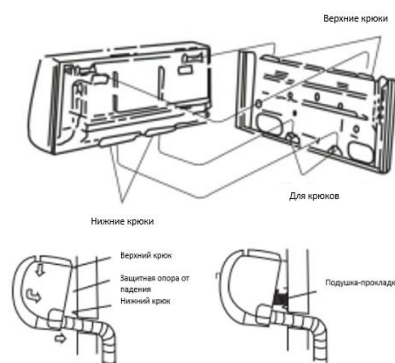

Рисунок 13
- Поместите верхний выступ сзади внутреннего блока на верхний крюк установочной пластины, подвигайте внутренний блок из стороны в сторону, чтобы убедиться, что он надежно закреплен (см. Рис. 12 и Рис. 13).